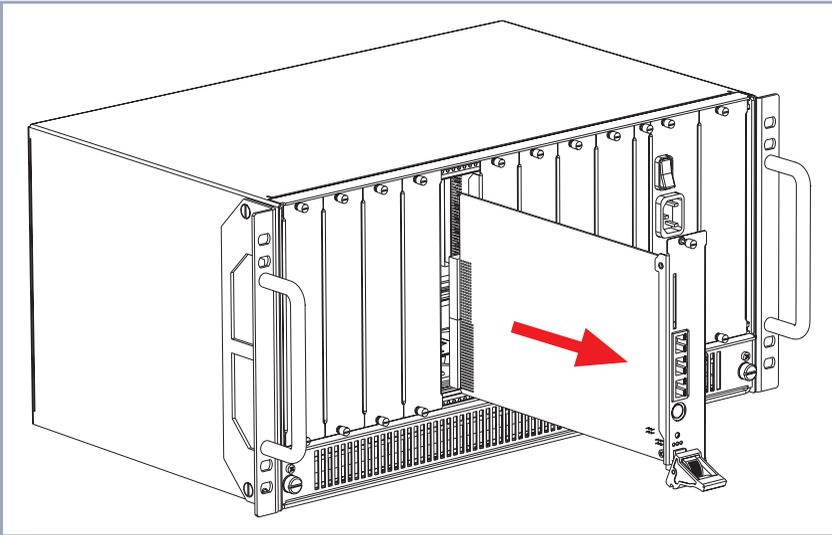

Bild 2-10: Ausbau einer Erweiterungskarte, Schritt 3
- Ziehen Sie die Erweiterungskarte aus dem Erweiterungssteckplatz, siehe Bild 2-10, Seite 24.